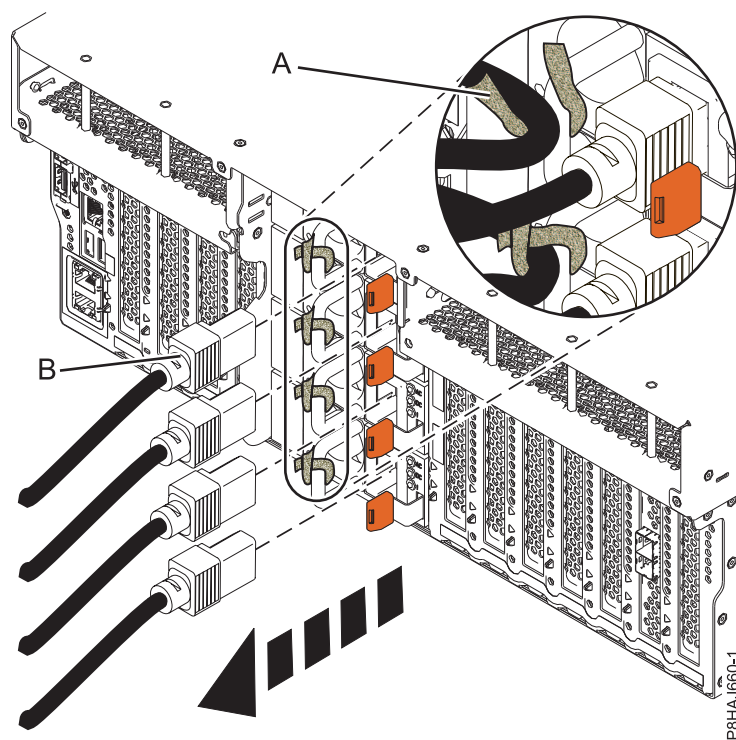
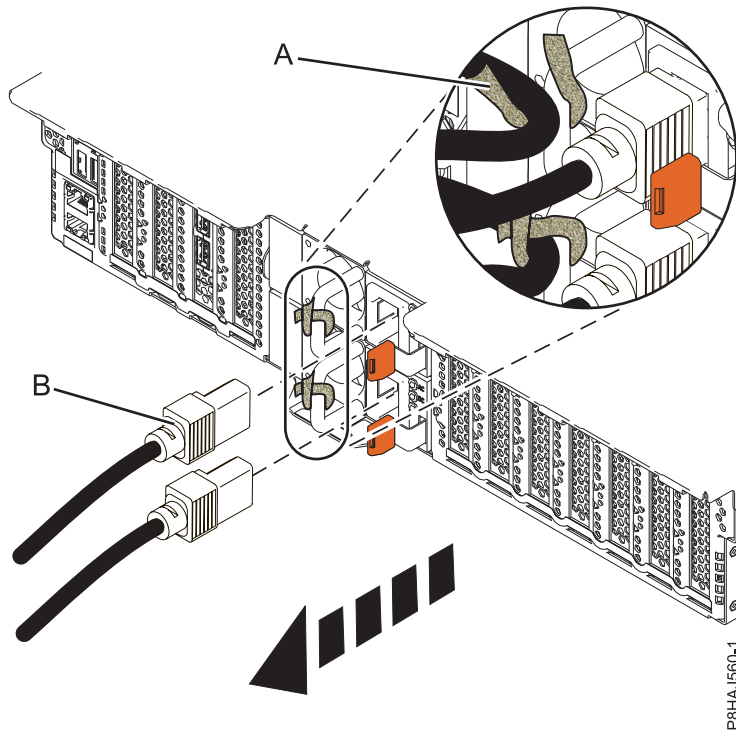
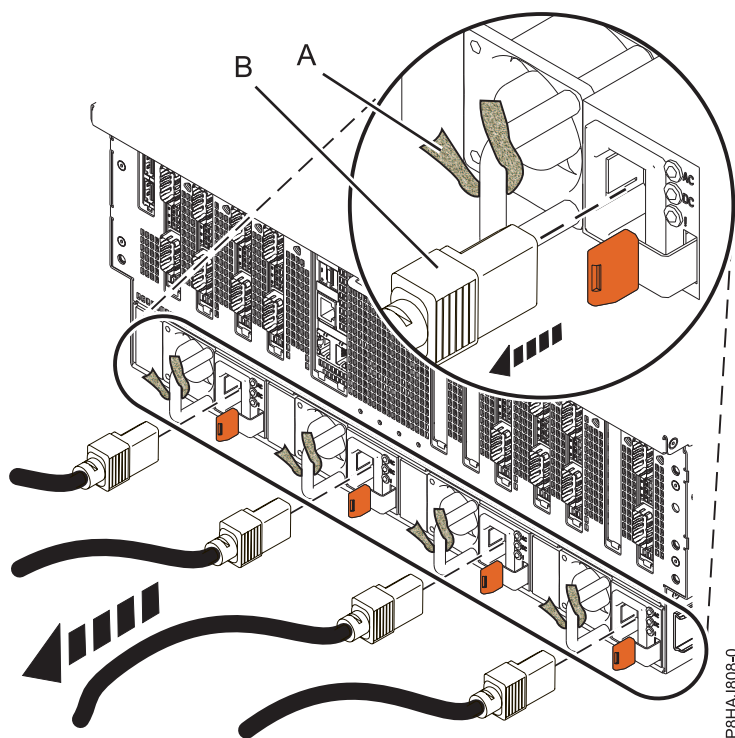

Figura 36. Extracció dels cables d'alimentació d'un sistema 8247-42L, 8286-41A o 8286-42A
Figura 37. Extracció dels cables d'alimentació d'un sistema 5148-21L, 5148-22L, 8247-21L, 8247-22L, 8284-21A, o 8284-22A
Figura 38. Extracció dels cables d'alimentació d'un sistema 8408-44E o 8408-E8E
3. Desconnecteu els cables d'alimentació **(B)** de la unitat del sistema. Consulteu Figura 36 a la pàgina 51, Figura 37 a la pàgina 51 o Figura 38 a la pàgina 52 depenent del tipus de sistema que tingueu.